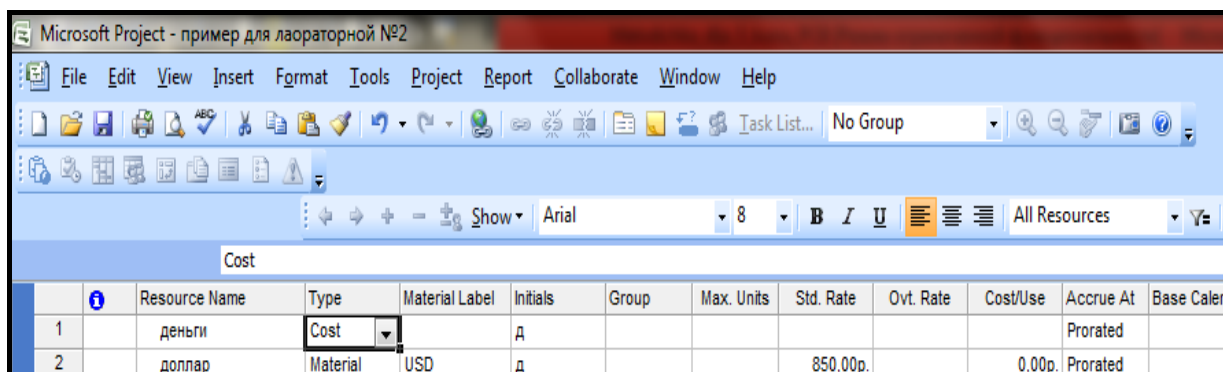

Рисунок 7 – Окно введения ресурса
4. В окне ввести ресурс «Деньги» назначить ему тип – «Затраты» (Cost) (рис. 7) и вернуться на вид документа График Гантта.